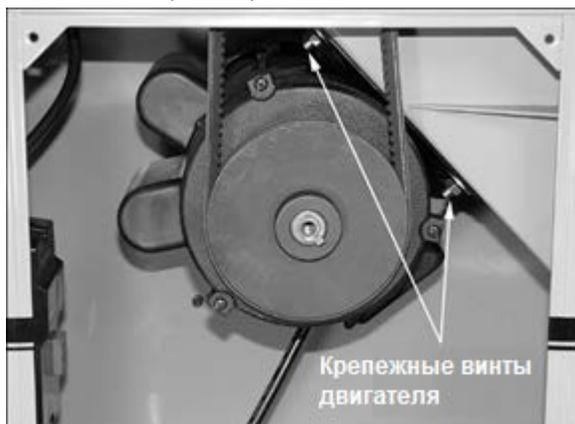

Рис. 7
См. Рис. 7.
3. Зафиксируйте крепежные винты двигателя с помощью 12 мм гаечного ключа, добравшись до них через отверстие вытяжного штуцера на боковой стороне тумбы, и ослабьте гайки изнутри тумбы вторым 12 мм гаечным ключом (Рис. 7).
6. Затяните четыре гайки на крепежных винтах двигателя (Рис. 7).